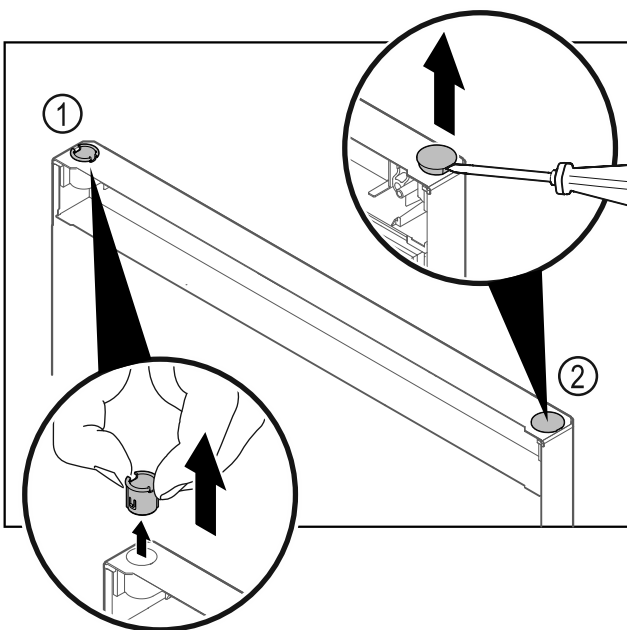

Fig. 11
- ▶ Витягнути шарнірну втулку Fig. 11 (1) пальцями.
- ▶ За допомогою шлицевої викрутки обережно підніміть заглишку Fig. 11 (2) та витягніть її.